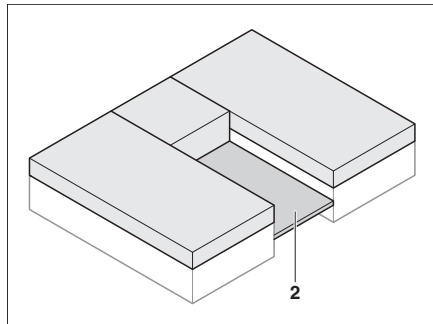

Fig. 78 Estrarre il telaio portamaterasso
- Estrarre il telaio portamaterasso (Fig. 78,2) tra i letti singoli.